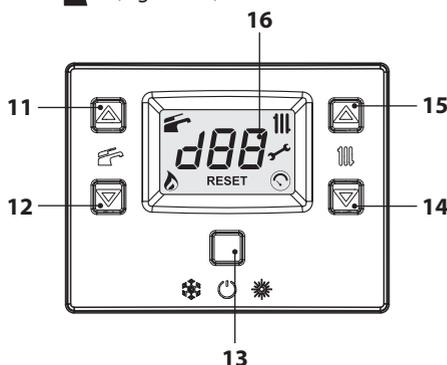

Figura 2.5
- Mantenga pulsado durante 2 segundos el botón 13 hasta que aparezca en el display el símbolo  (Figura 2.5).
La temperatura del agua caliente de impulsión de la calefacción puede regularse mediante los botones 14 (reducción) y 15 (aumento) (Figura 2.5) entre un mínimo de aproximadamente 40°C y un máximo de aproximadamente 85°C. La primera vez que se pulsa uno de los dos botones se muestra el valor de "consigna", la segunda vez se puede modificar.
De todas formas, si la temperatura ambiente no resultase confortable, se puede aumentar o reducir la temperatura de impulsión de la instalación de calefacción en $\pm 15^{\circ}\text{C}$ usando los botones 14 (reducción) y 15 (aumento) (Figura 2.5).
La temperatura del agua caliente sanitaria puede regularse mediante los botones 11 (aumento) y 12 (reducción) (Figura 2.5) entre un mínimo de aproximadamente 35°C y un máximo de aproximadamente 60°C . La primera vez que se pulsa uno de los dos botones se muestra el valor de "consigna", la segunda vez se puede modificar.